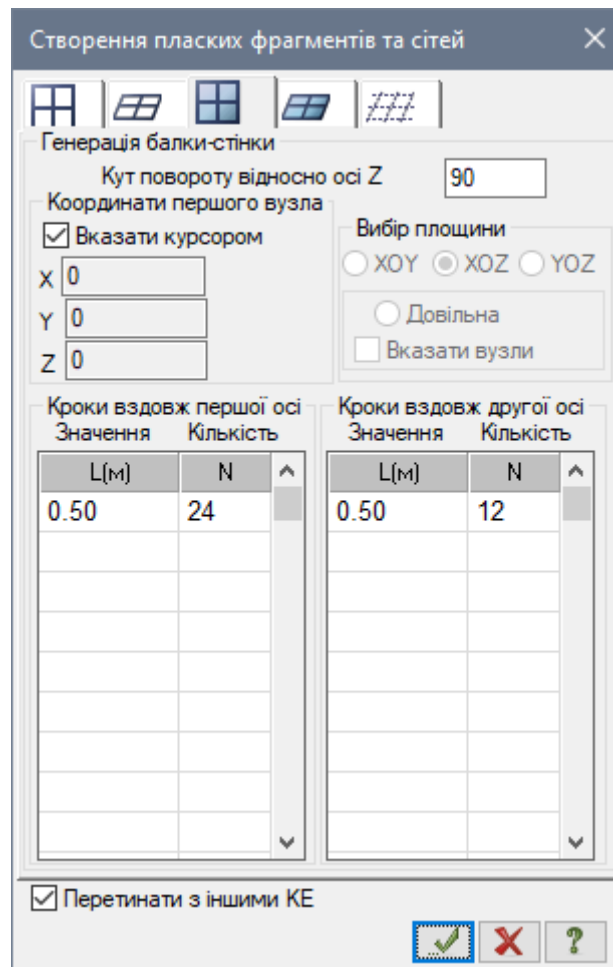

Рис. 11.5. Діалогове вікно **Створення плоских фрагментів та сітей**
- В цьому діалоговому вікні (рис. 11.5) в полі **Кут повороту відносно осі Z** введіть значення **90** градусів.